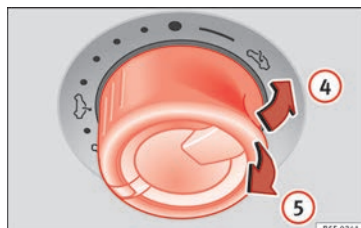

Bild 12 I innetaket: tryck eller dra i knappen för att höja soltak och stänga det.
- Fälla upp sätet: För brytaren till läge » **bild 12** ④. För ett mellanläge, håll in reglaget tills du når önskat läge.
- Sänka: Dra brytaren till läge » **bild 12** ⑤. För ett mellanläge, håll in reglaget tills du når önskat läge.